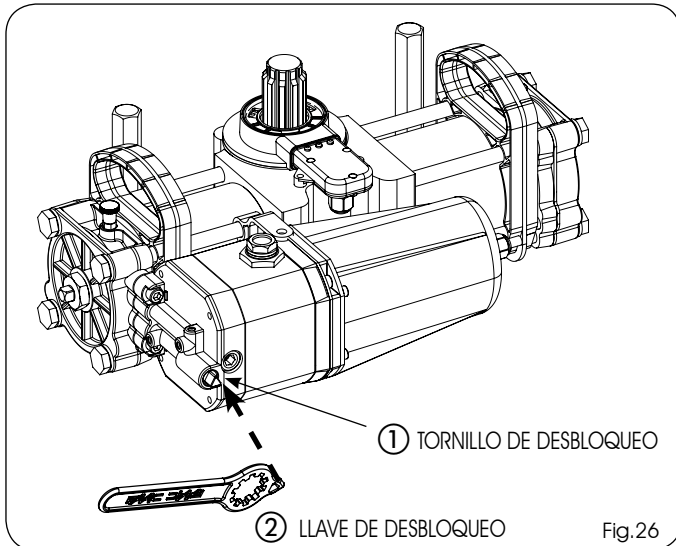

Fig.26
Si fuera necesario mover la cancela manualmente, por ejemplo por un corte de corriente o un fallo del automatismo, es necesario manipular el dispositivo de desbloqueo oleodinámico por medio de la llave de desbloqueo (Fig.26 ref.②):
- 2) Manipule el tornillo de desbloqueo (Fig.26 ref.①), introduciendo en el mismo la ranura triangular de la llave suministrada en dotación (Fig.26 ref.②):